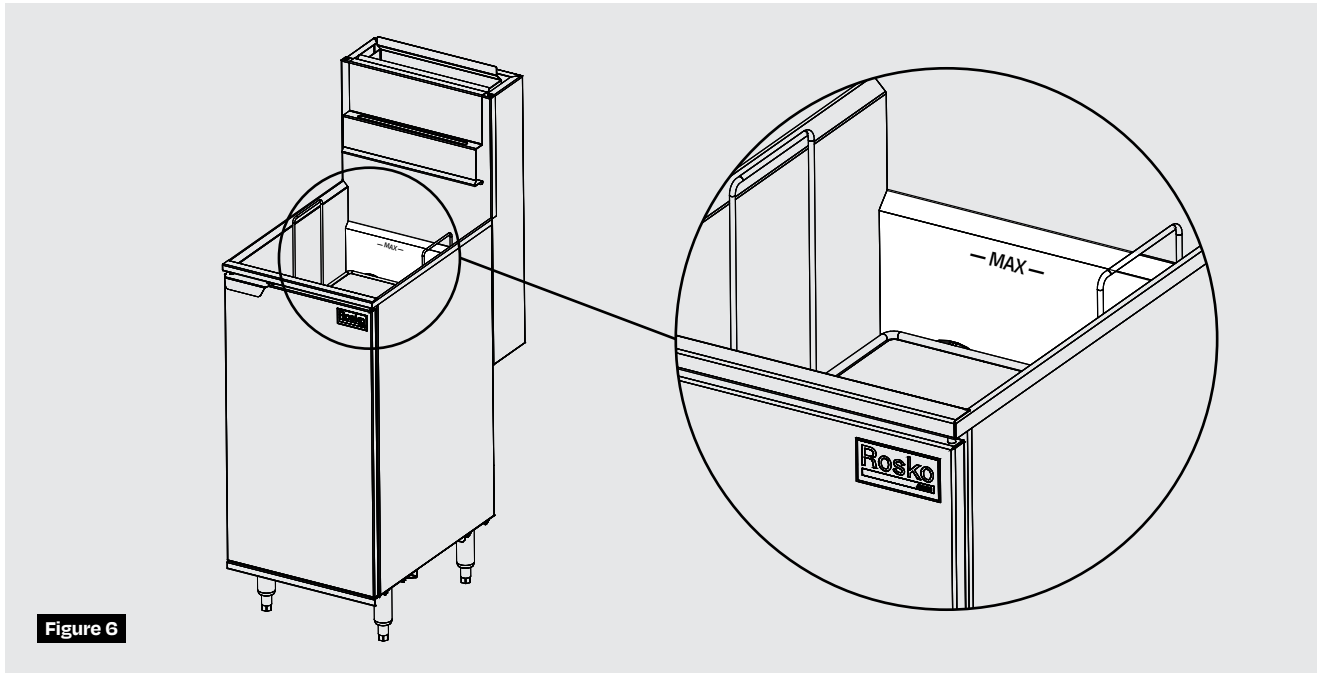

Figure 6
2. Remplir le bassin avec 23 litres d'huile ou de graisse fondu, jusqu'à ce que le niveau soit à un (1) pouce du rebord arrière du bassin. **(Figure 6)**
7. Remplir la cuve d'huile filtrée jusqu'au rebord arrière du bassin. **(Figure 6)**
4. Fermer le robinet de drainage et ajouter de l'eau jusqu'au rebord arrière du bassin. **(Figure 6)**
6. Portez doucement l'eau à ébullition pendant vingt (20) minutes.